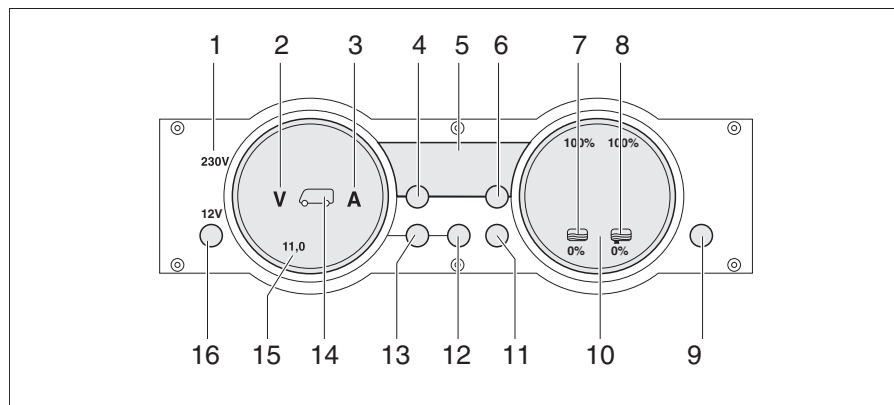

Bild 273 Panel MP 20-S
Die 230-V-Kontroll-Leuchte (Bild 273,1) leuchtet, wenn am Eingang des Elektroblocks Netzspannung vorhanden ist.
Der 12-V-Hauptschalter (Bild 273,16) schaltet das Panel und die 12-V-Versorgung des Wohnraums ein und aus.
- Taste "12 V" (Bild 273,16) kurz drücken. Die 12-V-Versorgung des Wohnraums ist eingeschaltet. Die Kontroll-Anzeige "12 V" leuchtet.
- ▷ Wenn nach dem Einschalten die LED "11,0" der Voltanzeige sowie das Symbol Volt "V" (Bild 273,2) im Anzeiginstrument Batterien (Bild 273,15) blinken, dann ist die Spannung der Wohnraumbatterie zu gering. Batterie laden.
- ▷ Wenn nach dem Einschalten die Kontroll-Anzeige "12 V", das Symbol Wohnraumbatterie (Bild 273,14) und das Symbol Volt "V" (Bild 273,2) dreimal blinken, dann ist die Batterietrennung aktiviert. Batterietrennung deaktivieren.
- Taste "12 V" (Bild 273,16) kurz drücken. Die 12-V-Versorgung des Wohnraums ist ausgeschaltet. Die Kontroll-Anzeige "12 V" erlischt.
- Taste Wohnraumbatterie (Bild 273,12) drücken und ca. 10 Sekunden lang gedrückt halten. Die Symbole Volt "V" (Bild 273,2) und Ampere "A" (Bild 273,3) blinken dreimal. Die Wohnraumbatterie ist vom 12-V-Bordnetz getrennt.
- Taste "12 V" (Bild 273,16) drücken und ca. 5 Sekunden lang gedrückt halten. Das Symbol Volt "V" (Bild 273,2) blinkt dreimal. Die Wohnraumbatterie ist mit dem 12-V-Bordnetz verbunden. Die Kontroll-Anzeige leuchtet nach ca. 2 Sekunden.
- Taste Wohnraumbatterie " (Bild 273,12) drücken. Das Symbol Volt "V" (Bild 273,2) leuchtet. Das Symbol Ampere "A" leuchtet je nach Ladung oder Entladung weiß bzw. rot. Die Batteriespannung und der Strom der Wohnraumbatterie werden über die LEDs im Anzeigeeinstrument angezeigt.
- Taste Starterbatterie " (Bild 273,13) drücken. Das Symbol Volt "V" (Bild 273,2) leuchtet. Die Batteriespannung der Starterbatterie wird über die LEDs im Anzeigeeinstrument angezeigt.
- Taste Tanks " (Bild 273,11) drücken. Die Symbole Wassertank " (Bild 273,7) und Abwassertank " (Bild 273,8) leuchten. Die Füllstände des Wassertanks (linke Skala) und des Abwassertanks (rechte Skala) werden über die LEDs im Anzeigeeinstrument angezeigt.
Das Symbol Volt "V" (Bild 273,2) und die LED "11,0" blinken, sobald die Spannung der Batterie 11 V (Messung bei laufendem Betrieb) unterschreitet und damit Tiefentladung droht.
Das Symbol Wassertank  (Bild 273,7) oder das Symbol Abwassertank  (Bild 273,8) blinkt, wenn der Wassertank leer oder der Abwassertank voll ist.
Über die Digitalanzeige (Bild 273,5) lassen sich die Innentemperatur und die Außentemperatur anzeigen.
- Taste Innentemperatur  (Bild 273,4) drücken. Die Innentemperatur wird angezeigt.